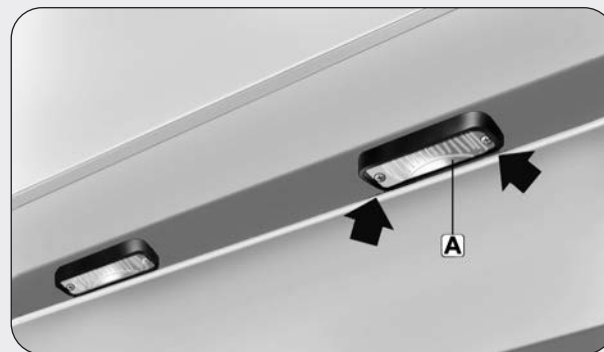

Abb. 5
- Die beiden Schrauben herausdrehen und die Kennzeichenleuchte **A** (**Abb. 5**) abnehmen.